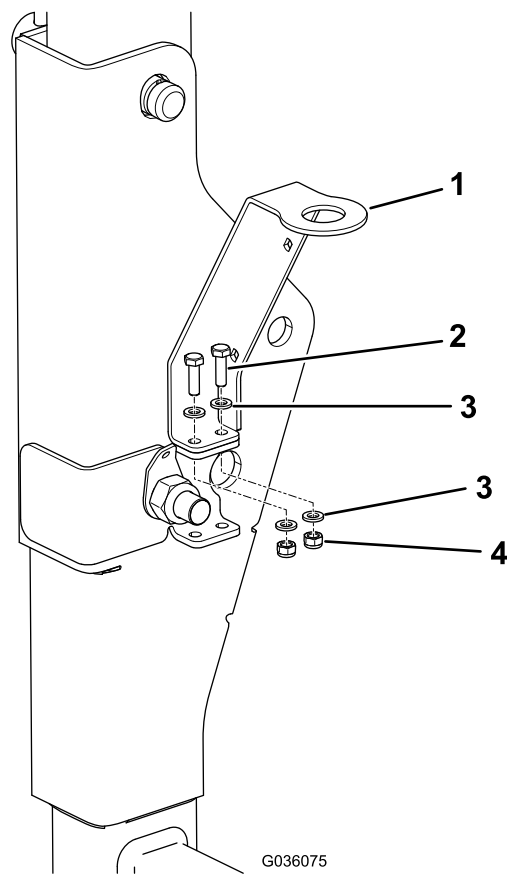

Figure 9
5. Alignez les petits trous de la patte de fixation du gyrophare et les trous supérieurs du support du ROPS (Figure 9), et fixez-les ensemble à l'aide des 2